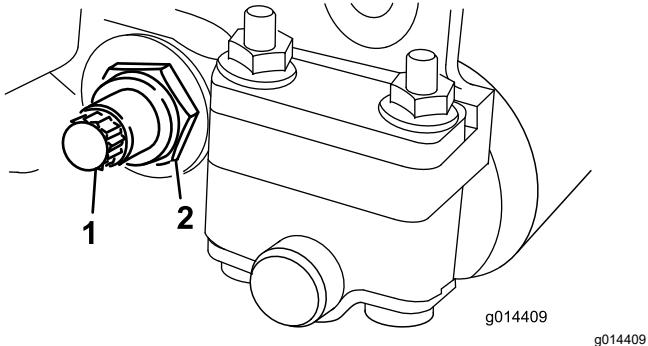

Bild 18
3. Lösen Sie an jeder Seite der Maschine die Sicherungsmutter, mit der die Schraube des Untermesserträgers befestigt ist (Bild 18).
4. Nehmen Sie jede Schraube des Untermesserträgers ab, damit der Untermesserträger nach unten gezogen und von der Schneideeinheit entfernt werden kann (Bild 18).